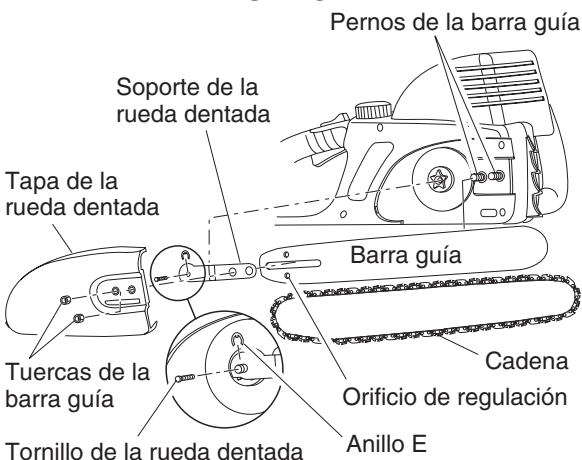

Figura 1 - Instalación de la barra guía y la cadena
2. Afloje las tuercas de la barra guía (vea la Figura 1).
5. Retire, si es necesario, la tapa de la rueda dentada (vea la Figura 1).
Nota: Dependiendo del modelo, afloje y retire el tornillo de la rueda dentada o retire del eje el anillo-E (vea la Figura 1, estilo B).
2. Coloque la barra guía en los pernos de la barra (vea la Figura 1).
5. Vuelva a colocar el soporte de la rueda dentada (si lo retiró en un paso anterior) y apriete con firmeza el tornillo de la rueda dentada o, dependiendo del modelo, vuelva a colocar en el eje el anillo E, (vea la Figura 1, estilo B).
8. Vuelva a colocar las tuercas de la barra guía en los pernos de la barra y apriete a mano (vea la Figura 1).